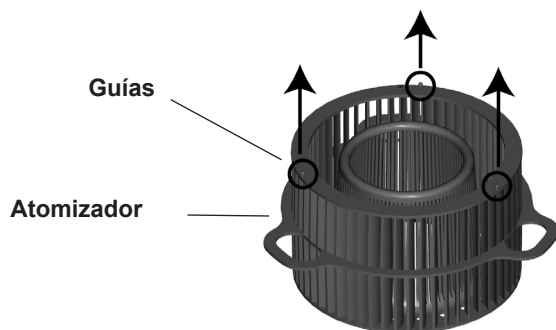

Figura 17
3. Coloque el atomizador en el depósito superior, alinee los tres orificios ovalados del atomizador con los tres dientes del depósito superior. El lado del atomizador que tiene los tres guías cortas debe estar mirando hacia arriba. Vea la figura 17.